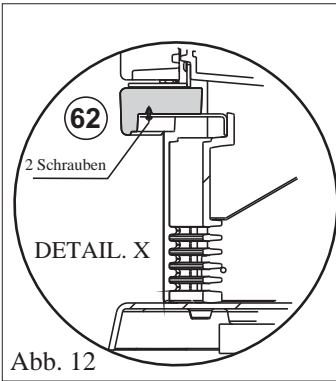

Abb. 12
- Mit dem Inbusschlüssel die Befestigungsschrauben des Sockelgitters aus Gusseisen (4) ausschrauben und dieses abnehmen.
- Die Blende (62) platzieren und sie mit den mitgelieferten 2 Schrauben M6x12 (mithilfe eines Inbusschlüssels) wie im Detail “X” angegeben, befestigen (Abb. 12).